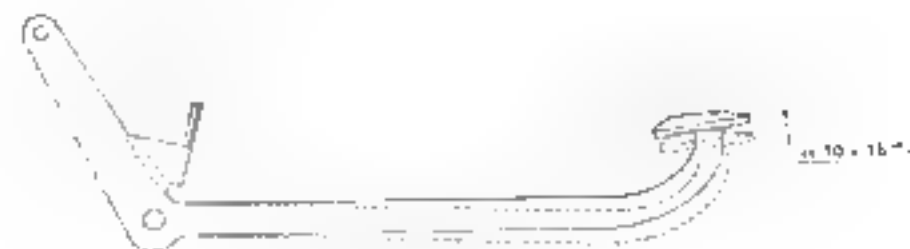

Fig. 2
- Régler la garde à la pédale de frein (10 à 15 mm). (fig. 2).